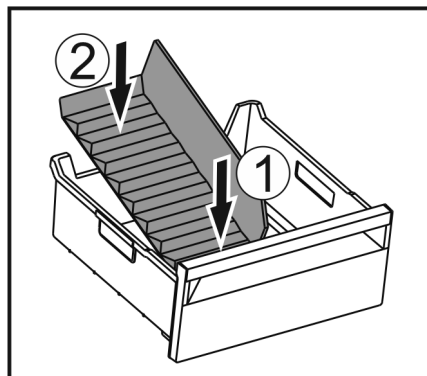

Fig. 159
- Colocar la parte delantera del separador para congelador. Fig. 159 (1)
- Bajar la parte posterior del separador para congelador hasta la base del cajón. Fig. 159 (2)